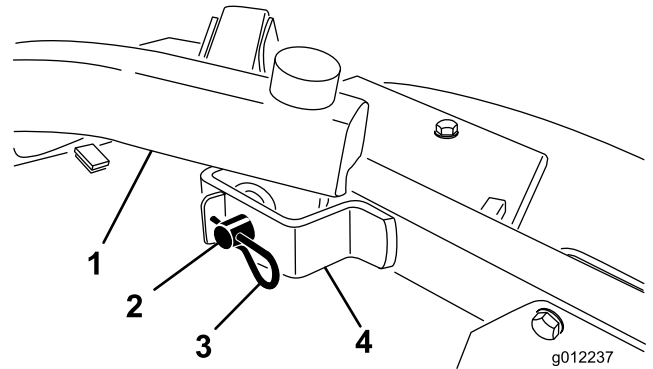

図 24
4. 昇降アームをキャスト・アーム・ブラケットに固定しているヘアピン・コッターとクレビス・ピンを外す(図 24)。